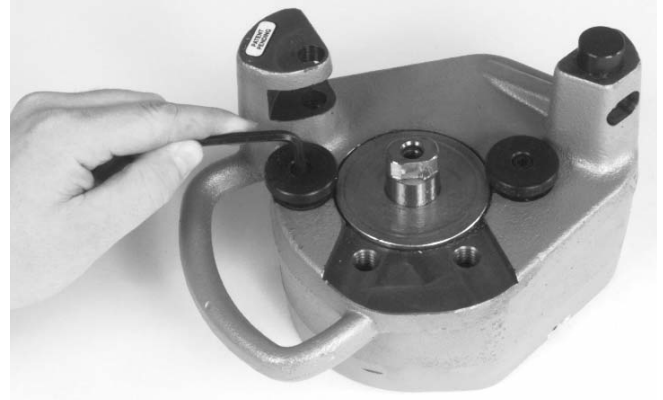

Figure 17 – Installation du stabilisateur pour tuyaux en cuivre
1. Installer le stabilisateur pour tuyaux en cuivre du côté poignée de la rainureuse modèle 915 à l'aide de la clé Allen de 3/16 po (le stabilisateur du côté opposé devrait être un stabilisateur standard pour tuyaux série 10 de 2 à 6 po). (Figure 17)